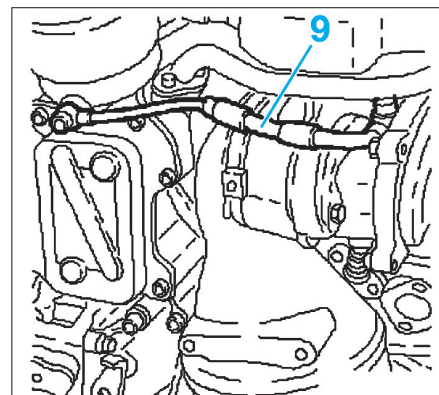

FIG. 60
- le conduit d'alimentation en huile du turbocompresseur (9) (Fig.60)